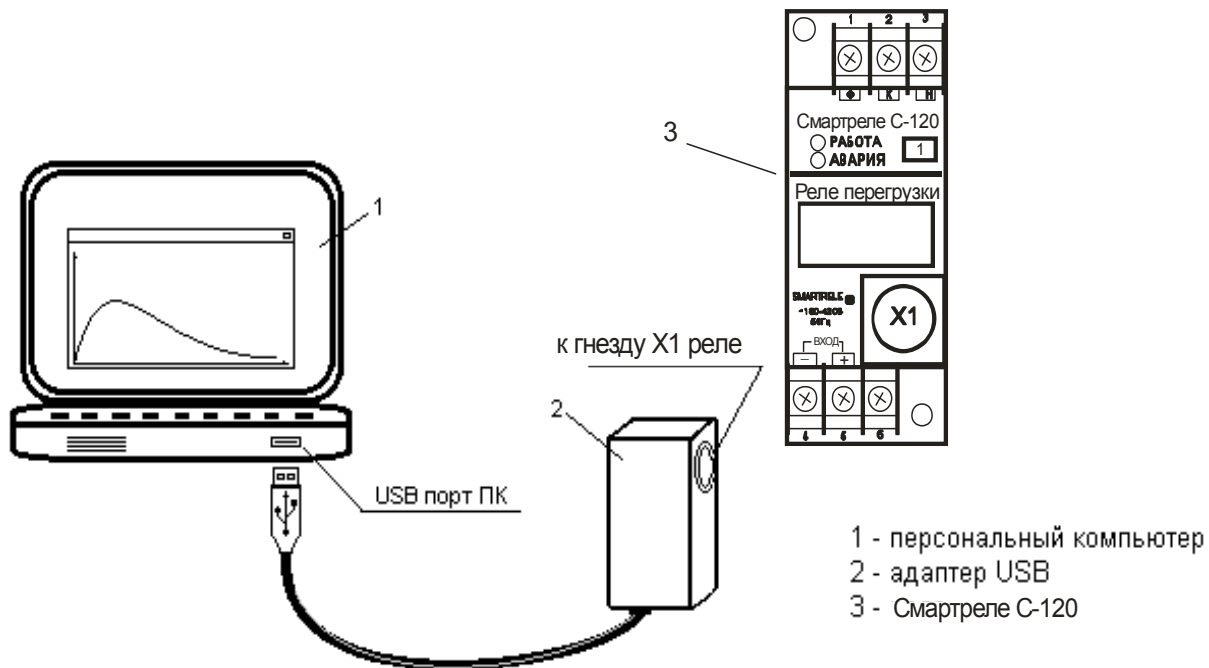

Рисунок 7 – подключение СМАРТРЕЛЕ C-120 к ПК при помощи адаптера USB
- соединить реле через разъем X1 с ПК с помощью Адаптера USB (рис.7);
- подать на реле напряжение сетевого питания - клеммы «Ф» (1) и «Н» (3).